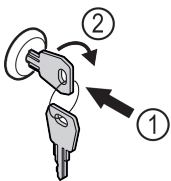

Fig. 91
- ▶ Πιέστε μέσα το κλειδί Fig. 91 (1).
- ▶ Περιστρέψτε το κλειδί 90° δεξιόστροφα Fig. 91 (2).